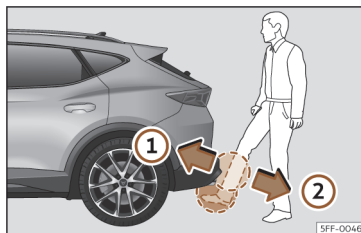

Fig. 82 Porta da bagageira com abertura controlada por sensor (Easy Open)
- Com um movimento rápido, aproxime o pé e a parte inferior da perna o mais possível ao para-choques. A parte inferior da perna tem que aproximar-se da zona do sensor superior, e o pé da zona do sensor inferior >>> Fig. 82 ①.
- Retire rapidamente o pé e a parte inferior da perna das zonas dos sensores >>> Fig. 82 ②. A porta da bagageira abre-se automaticamente.